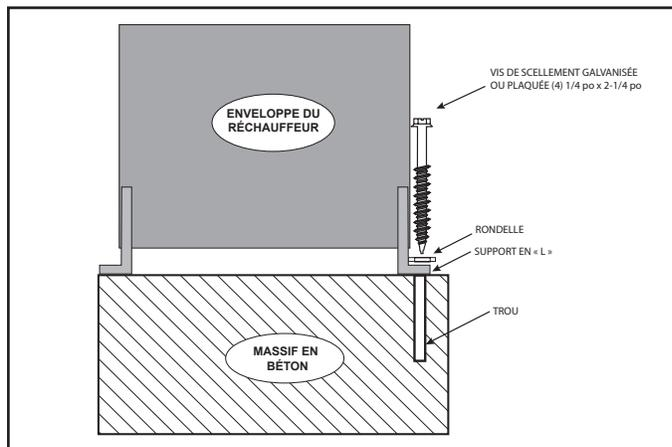

Figure 4. Fixer le réchauffeur sur le massif
**Installations extérieures en Floride :** En raison du risque élevé de conditions climatiques extrêmes en Floride, le réchauffeur doit être solidement fixé au massif (voir figure 4) afin de respecter les exigences applicables du code du bâtiment de Floride.